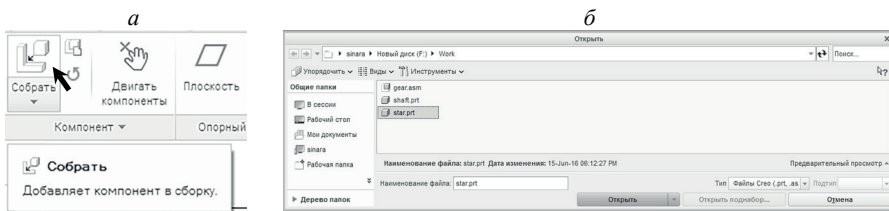

Рис. 1.29. Инициализация (а) включения первого компонента (б) в сборку
**Шаг 2. Включение в сборку первого компонента.** Запустить команду **Собрать** в панели **Компонент** вкладки **Модель** (рис. 1.29, а). В окне **Открыть** выбрать в рабочей папке (открывается по умолчанию) первый компонент сборки — деталь **Star.prt** (см. рис. 1.29, б) и нажать кнопку **Открыть**.